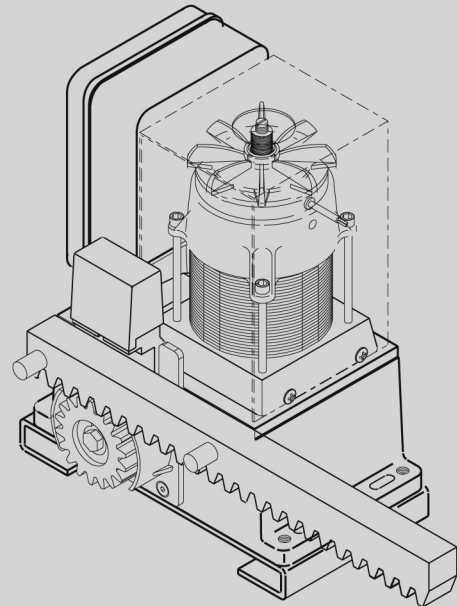

Fig. 4 / Abb.4
7. Poser contre le pignon le premier élément de la crémaillère, au niveau de l'entretoise, et marquer sa position (fig. 4).
7. Apoyar al piñón el primer elemento de cremallera, en correspondencia del distanciador, y marcar la posición (fig. 4).
7. Rest the first rack element on the pinion in line with the spacer and mark the position (fig. 4).
7. Das erste Zahnstangenelement in Übereinstimmung mit dem Abstandhalter auf den Ritzel aufsetzen und die Position anzeichnen (Abb. 4).
7. Zet een element van de tandheugel op het tandwiel ter hoogte van het eerste afstandsstuk en teken de positie af (fig. 4).